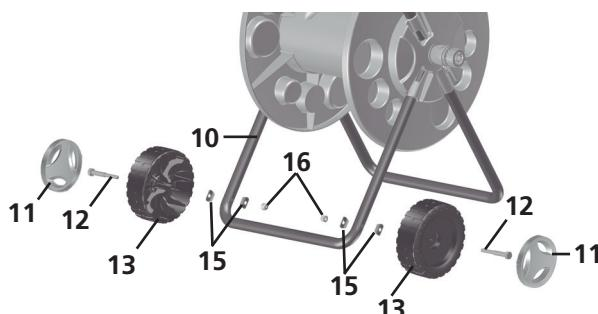

Fig. 06
**5.** Finalize com a montagem das rodas, encaixando o eixo (12) na roda (13) e uma arruela ondulada (15) no eixo (12). Encaixe o conjunto na furação do braço inferior (10) e no outro lado insira uma arruela ondulada (15) e fixe com a porca (16). Ao finalizar o aperto, encaixe a calota (11) e repita todo o processo para montagem da outra roda [Fig. 06].
5. To finish, assemble the wheels by fixing the wheel axle (12) onto the wheel (13) and a wavy washer (15) on the wheel axle (12). Attach the assembly through the hole into the lower arm (10) and insert a wavy washer (15) and secure with the nut (16) on the other side. Finally, when tightening it, attach the wheel cap (11) and repeat the whole process to assemble the other wheel [Fig. 06].
5. Finaliza el armado de las ruedas, enciendo el eje (12) en la rueda (13) y la arandela ondulada (15) en el eje (12). Encaja el conjunto en la perforación del brazo inferior (10) y en el otro lado introduce una arandela ondulada (15) y fija con la tuerca (16). Al terminar de apretar, encaja la taza (11) y repite todo el proceso para armar la otra rueda [Fig. 06].